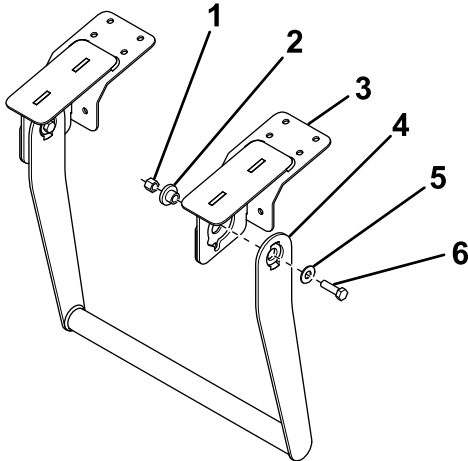

Bild 23
1. Befestigen Sie zwei Befestigungshalterungen mit zwei Muttern, zwei Bundbuchs, zwei Unterlegscheiben und zwei Schrauben ( $\frac{3}{8}$ " x  $1\frac{1}{4}$ ") an der Griffbaugruppe, wie in Bild 23 abgebildet.